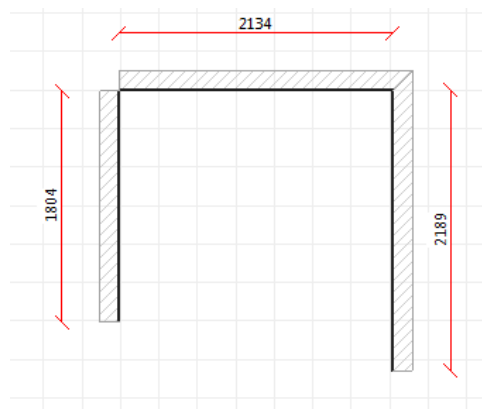

Figura 4.1: Stacca parete
- ✧ Stacca all'inizio, Stacca alla fine: consente di staccare la parete da eventuali altre collegate, figura 4.1;